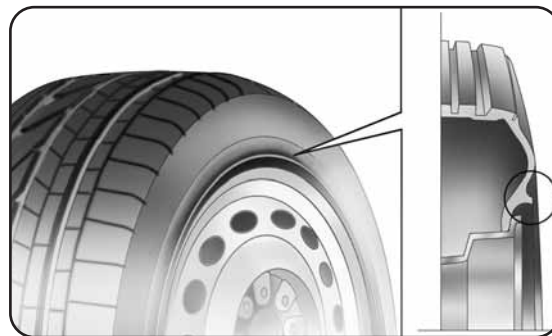

fig. 5a
**PNEUS RIM PROTECTOR fig. 5a**
*En cas d'utilisation d'enjoliveurs intégraux fixés (au moyen d'un ressort) à la jante en tôle et de pneus non de série (après-vente) équipés de « Rim Protector » (fig. 5a), NE PAS monter les enjoliveurs. L'utilisation de pneus et d'enjoliveurs inappropriés pourrait provoquer une baisse imprévue de pression du pneu.*